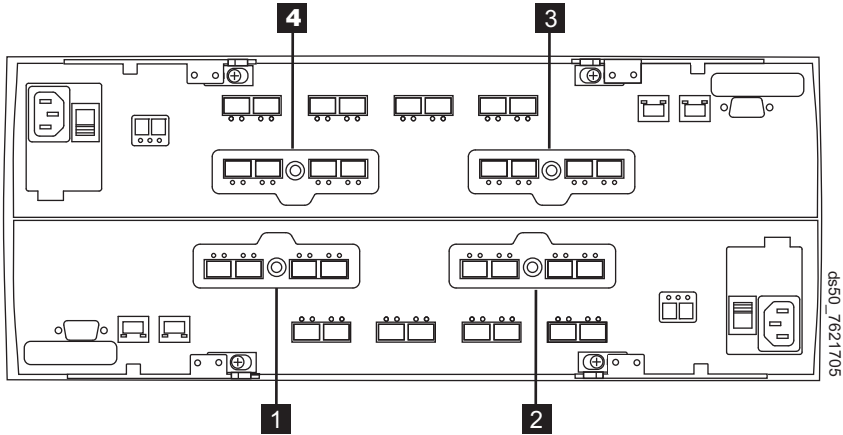

图 126. 控制器 A 和控制器 B 上的主机接口卡插槽
15. 查找您要更换的主机接口卡。请参阅图 126 和表 57，后者描述了图 126 中标识的编号位置。